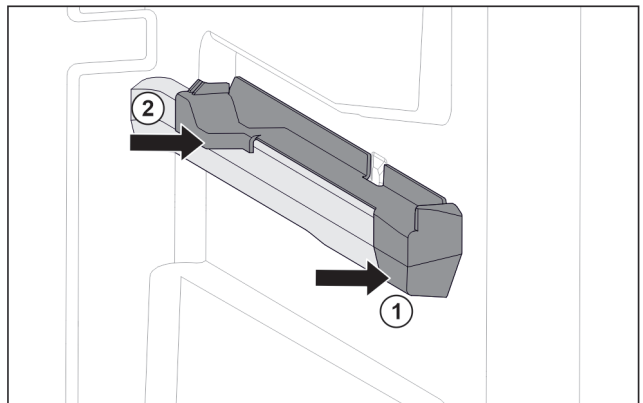

Fig. 103 Вставна частина на правому ребрі для резервуару
- ▶ Одягти вставну частину вперед на ребро резервуару. Fig. 103 (1)
- ▶ Притиснути вставну частину позаду. Fig. 103 (2)